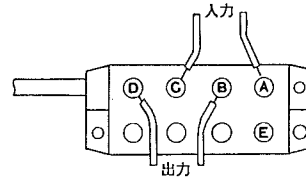

図 14
- ひずみを測定するためのブリッジで、ひずみゲージは種々の接続法が用いられます。これらの接続法は、前項3-2-1を参照して下さい。またブリッジボックスを中継して各種の変換器を使用する場合には図14のように接続して下さい。